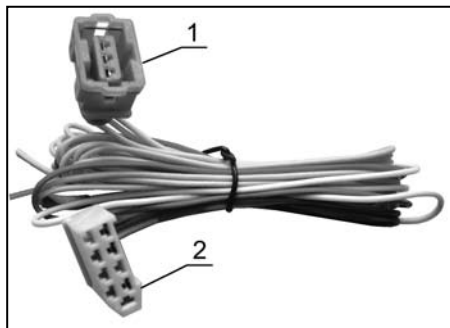

Рисунок 2. Жгут проводов.
- уложите жгут проводов рисунок 2 (поставляемый в комплекте) в салоне автомобиля таким образом чтобы трёхконтактный разъем 1 оказался около датчика скорости, а девятиконтактный разъем 2 и концы двух свободных проводов находились под центральной консолью.